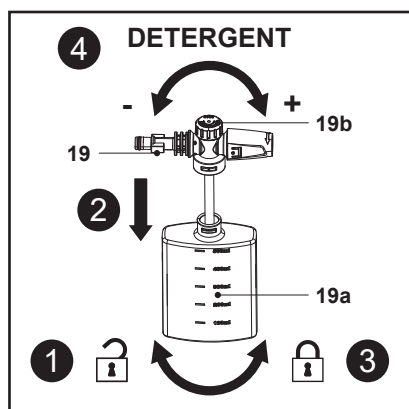

Fig. 11
Umplerea și utilizarea detergentului după cum se arată în fig. 11
1. Ține duza pentru recipientul cu detergent (19), apoi deblochează și scoate recipientul (19a) (fig. 11, pasul 1).
2. Asigură-te că țeava de alimentare cu apă este bine fixată la duza pentru detergent (19).
4. Pune duza (19) pe recipient (19a) (fig. 11, pasul 2).
5. Ține de duză (19), apoi blochează bine recipientul (19a) pe ea (fig. 11, pasul 3).
6. Rotește butonul reglabil (19b) în sens orar pentru a efectua spălarea cu detergent concentrat și în sens antiorar pentru spălare cu detergent mai diluat (fig. 11, pasul 4).
7. Montează duza (19) pe pistolul pulverizator (15).
8. Duza pentru recipientul cu detergent (19) este gata de utilizare.